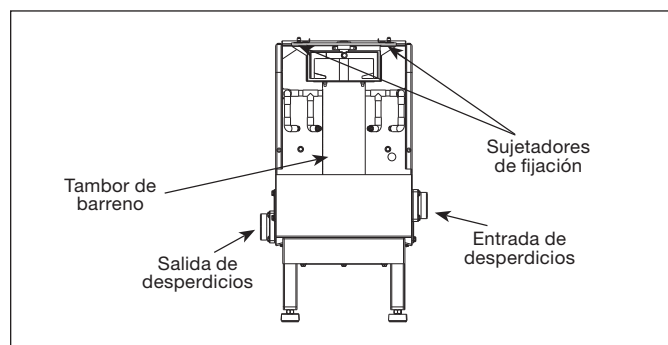

Figura 14. Sin la cubierta
- B. Deslice los dos sujetadores de fijación hacia adentro y retire el soporte que contiene el barreno; luego tire el soporte hacia arriba (ver Figura 14).
- C. Deslice el barreno y el tambor hacia arriba y hacia afuera (ver Figura 14).